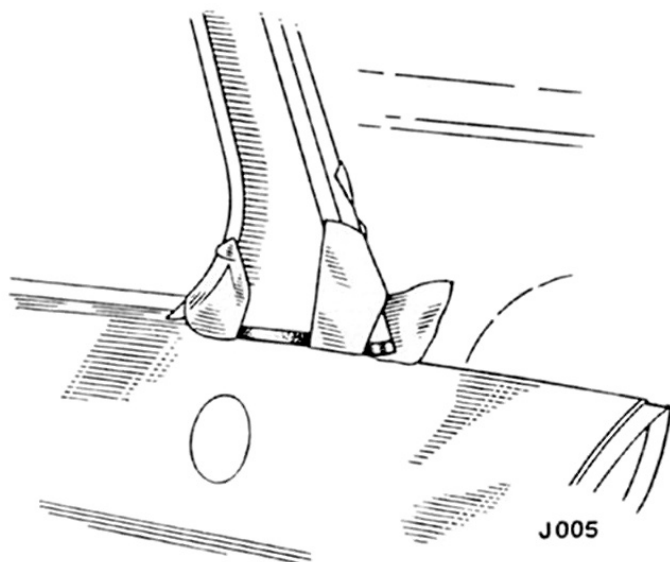

Fig. 42. Joint du montant arrière
- 9 Pour une finition nette, couper l'excédent de ruban adhésif noir (Fig. 42) au ras du caoutchouc d'étanchéité.